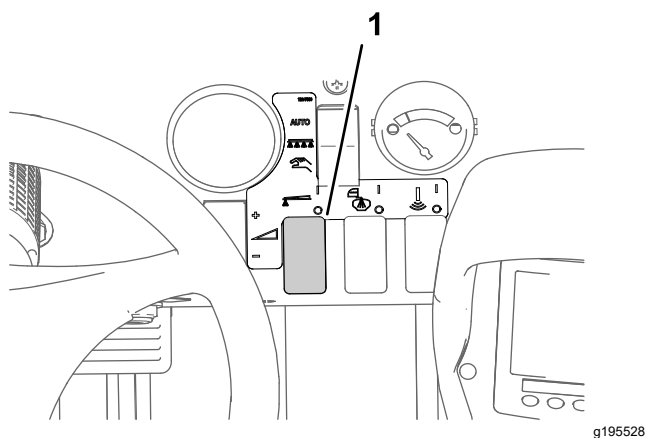

Figure 47
8. Utilisez la commande de débit de pulvérisation pour obtenir la pression voulue comme indiqué dans le guide de sélection des buses fourni avec le pulvérisateur (Figure 47).